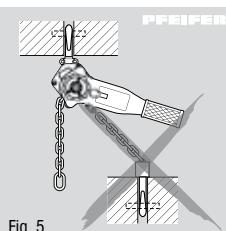

Fig. 5
- Les dimensions du point de fixation sont suffisantes et l'appareil peut s'ajuster librement. Éviter toute traction oblique (Fig. 5) !
- La traction oblique, à savoir la sollicitation latérale du carter ou de la moufle est interdite (Fig. 5).